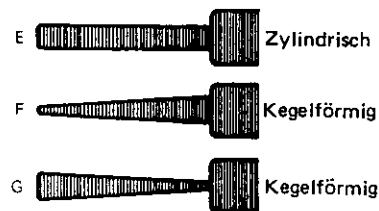

Abb. 2-25 Minimaler Ausgangspegel
führungsrolle so verändert werden, daß sich eine Amplitude entsprechend (E), (F) oder (G) in Abb. 2-25
führungsrollen so einzustellen, daß sich Amplituden entsprechend (E), (F) oder (G) in Abb. 2-25 ergeben.